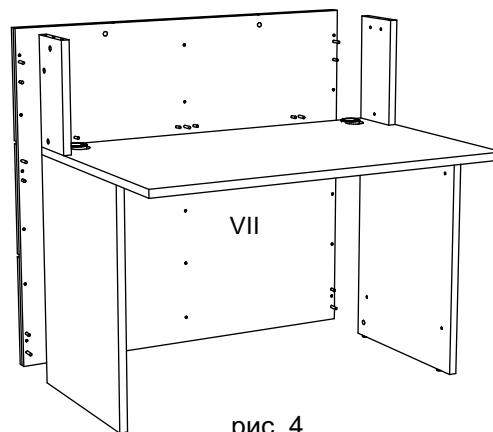

рис. 4
Прикрепить переднюю панель (VII) к стойкам и столешнице, поворачивая эксцентрики по часовой стрелке. Установить и закрепить верхнюю столешницу (II). В столешницу (I) установить заглушка для проводов (2)(рис. 4).